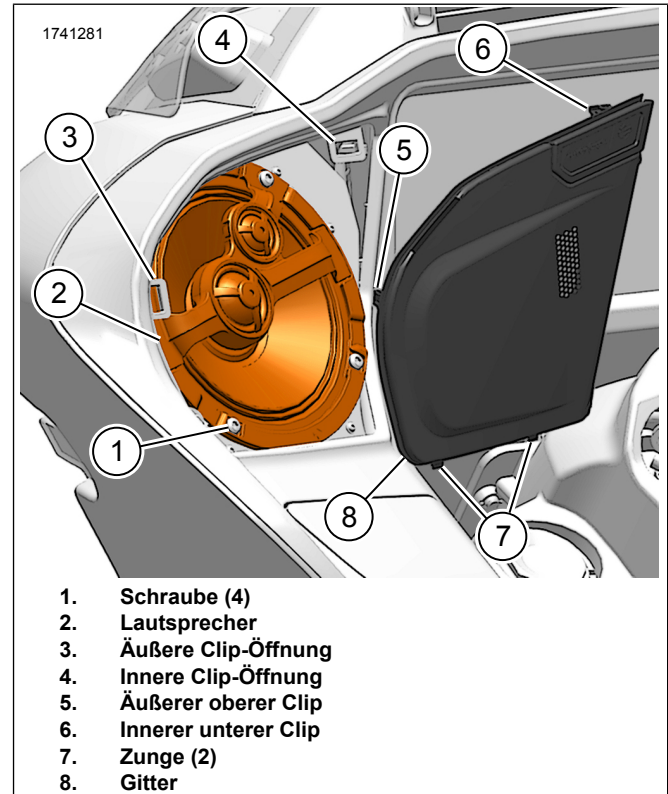
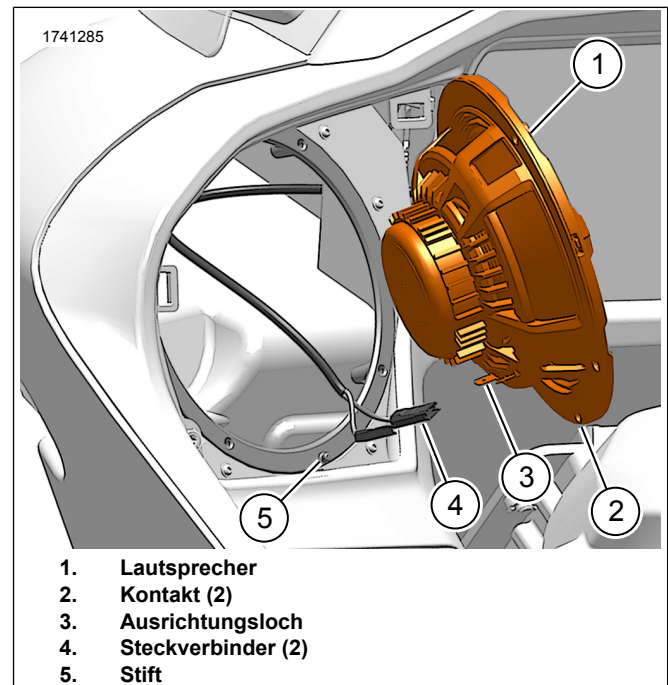

Abbildung 2. Lautsprecher und Gitter (Stage II abgebildet, Originalausstattung ähnlich)
Abbildung 3. Anschluss Verkleidungslautsprecher
1. Abbildung 2 Das Originalausstattung (Original) -Lautsprechergitter (8) entfernen.
- a. Die Clips (5) mit einem keine Schäden verursachenden Werkzeug aus den Clip-Öffnungen (3, 4) heraushebeln.
2. Die Lautsprecherschrauben (1) entfernen.
3. Abbildung 3 Den Original-Lautsprecher entfernen.
- a. Den Lautsprecher (1) weit genug von der Verkleidung entfernen, um Zugang zu den Steckverbindern (4) zu erhalten.
- b. Die Steckverbinder (4) von den Lautsprecherkontakten (2) trennen.
2. Abbildung 3 Den Stage I oder II Lautsprecher einbauen.
- a. Die Steckverbinder (4) an den Lautsprecherkontakten (2) anschließen.
- b. Den Lautsprecher (1) in das Gehäuse einbauen.
3. Abbildung 2 Die Lautsprecherschrauben einbauen.
- a. Die Schrauben (1) abwechselnd befestigen.
- b. Abbildung 2 Die unteren Zungen (7) an der Verkleidung anbringen.
- c. Das Gitter (8) in Richtung Verkleidung drehen.
- d. Den äußeren oberen Clip (5) des Gitters in die äußere Clip-Öffnung (3) drücken.
- e. Den inneren oberen Clip (6) des Gitters in die innere Clip-Öffnung (4) drücken.